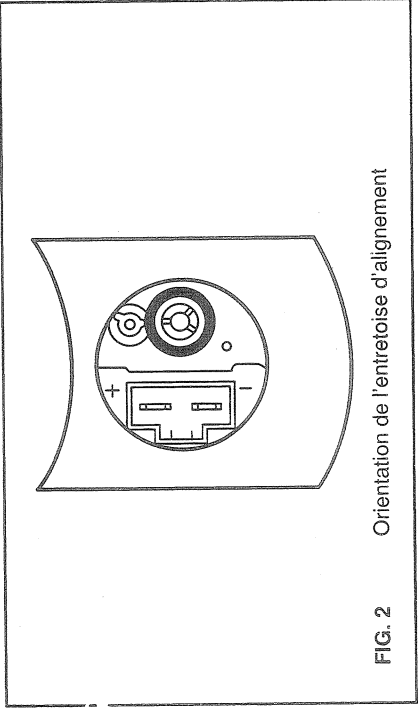

FIG. 2 Orientación de l'entretoise d'alignement
- J) Deslice el nuevo espaciador de alineación de bomba en la nueva bomba de combustible y gírdelo hasta su propia orientación. (Vea la fig. 2)